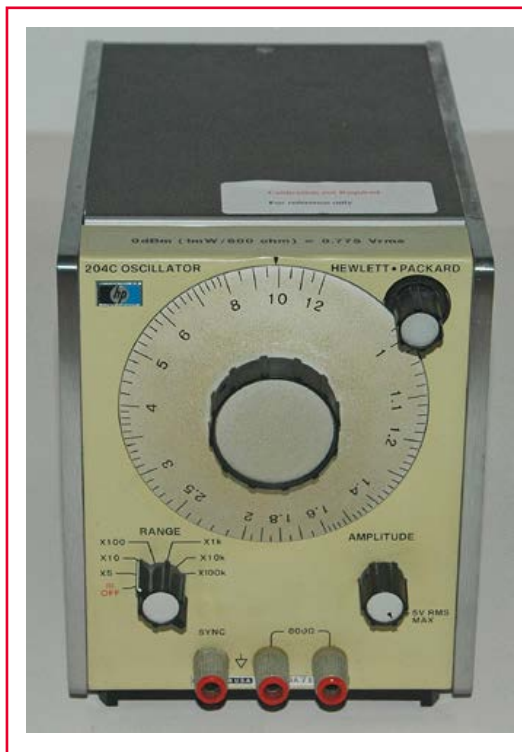

Figure 3.
La génération suivante des oscillateurs sinusoïdaux HP fut celle des modèles 204C et 204D, « tout transistor ». La taille du châssis a été ramenée à 130 mm (L) x 155 mm (H) x 203 mm (P) (**fig. 3**). Le 204C couvrait une plage de 5 Hz à 1,2 MHz, avec une puissance de 10 mW ( $2,5 V_{rms}$  dans 600  $\Omega$ ). Un JFET était utilisé comme résistance dynamique de stabilisation à la place de l'ampoule à filament des modèles 200. Le taux de distorsion harmonique était de 0,5 % de 100 Hz à 300 kHz, et 1 % de 300 kHz à 1,2 MHz. Deux options d'alimentation étaient possibles : une batterie de piles au mercure ou une batterie d'accus rechargeables CadNi. Il y avait deux gammes de distorsion à basse fréquence de 5 Hz à 100 Hz, avec un commutateur à l'arrière. Le mode faible distorsion était de 1 %, le mode normal de 5 % mais la sortie se stabilisait beaucoup plus vite. Chaque fois que je règle la fréquence trop vite sur mon 204C en mode faible distorsion, la sortie devient instable.